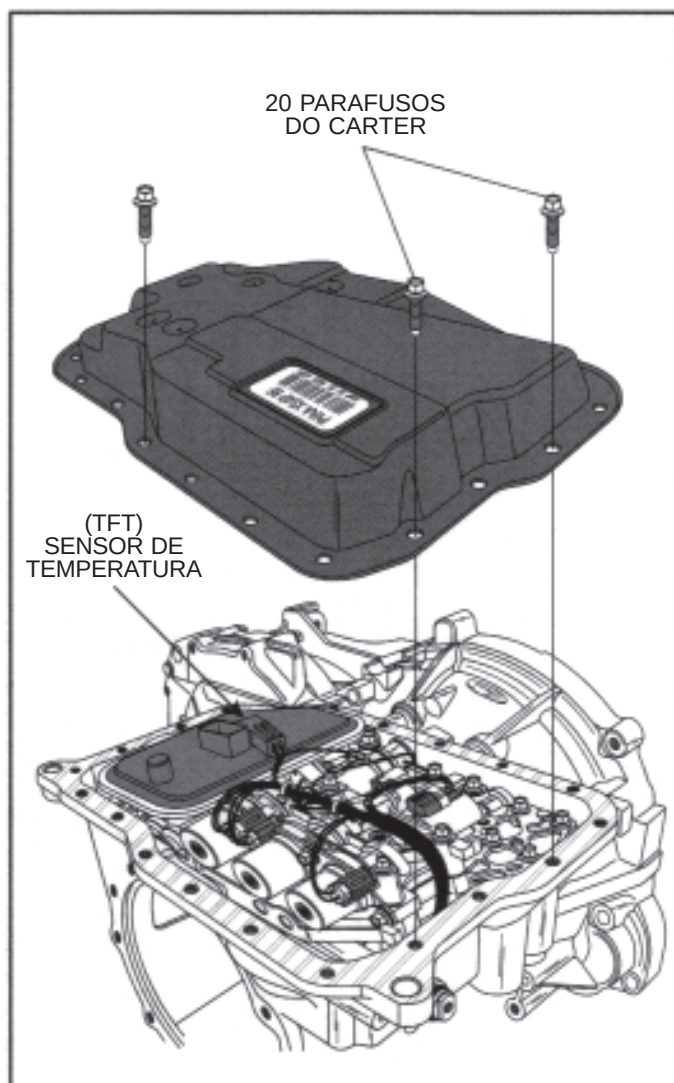

Figura 34
29. Remova os 20 parafusos do carter inferior, conforme ilustrado na Figura 34, e remova o carter.
30. Remova do filtro o sensor TFT (Vide Figura 34).